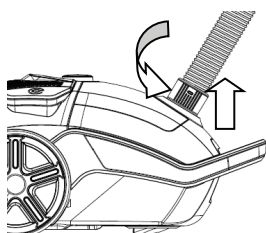

Fig. 2
Rotiți capătul de blocare tip baionetă al furtunului de aspirație (16) în sens invers acelor de ceasornic pentru a debloca dispozitivul de blocare tip baionetă. Scoateți capătul de blocare tip baionetă al furtunului de aspirație (16) din priză furtunului de aspirație (4) (Fig 2).